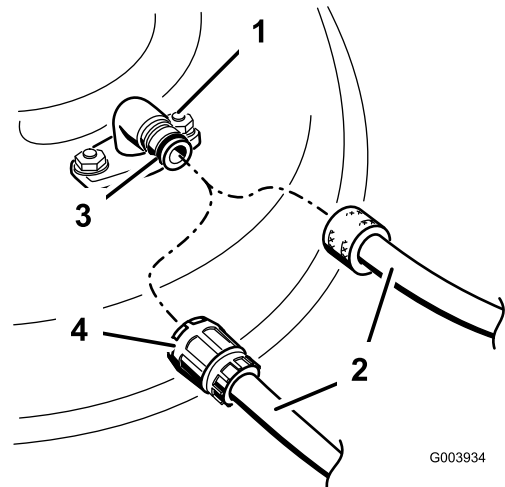

Bild 60
3. Montieren Sie die Schlauchkupplung auf die Kupplung am Mähwerk-Spülanschluss und drehen Sie das Wasser mit starkem Druck auf (Bild 60).